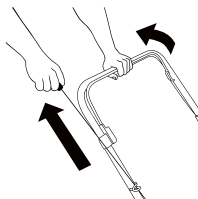

Fig.6C
3. Para arrancar el motor con la manija de arranque, sujeta la barra de control del freno hasta la manija superior. (Fig.6C)